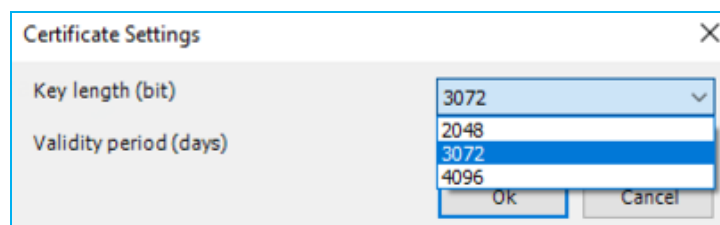

Рисунок 172 – Параметр. Длина ключа сертификата
- в поле **key length (bit)** (длина ключа сертификата): отображается количество используемых при шифровании символов, измеряющееся в битах (по умолчанию - 3072). Для изменения значения выберите из выпадающего списка необходимый вариант: 2048; 3072; 4096 (Рисунок 172);